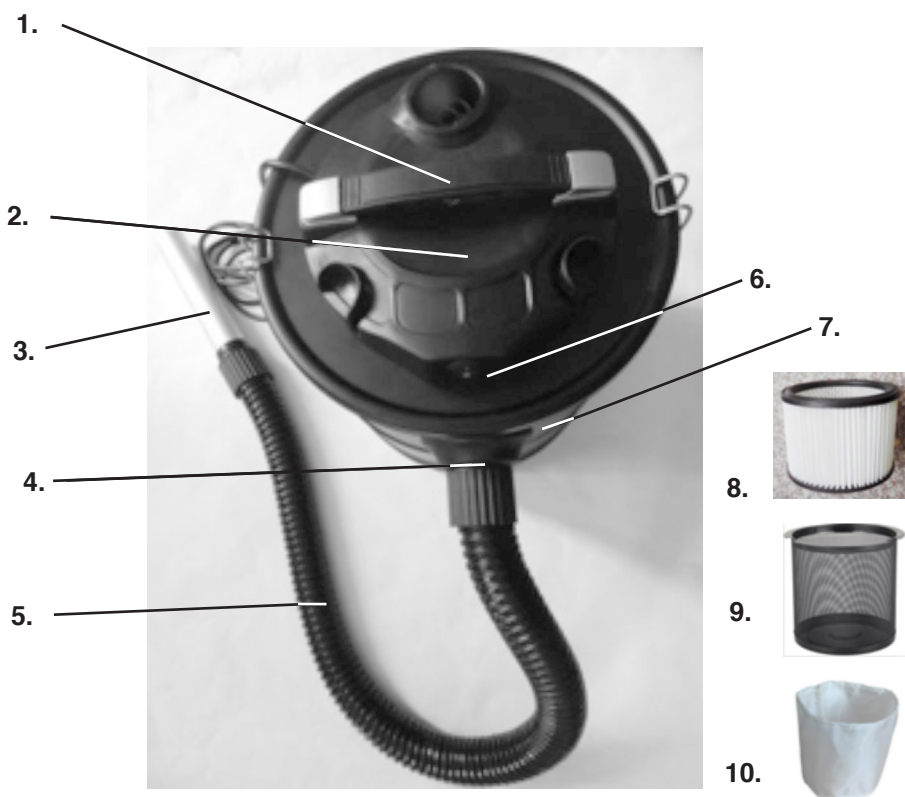

Fig. A1
- Nehmen Sie das Gerät und das Zubehör aus der Verpackung und überprüfen Sie, ob sich das Gerät und das Zubehör in einem guten Zustand befinden (Abb. A1).
- Stecken Sie das Aluminiumrohr in den Schlauch und dann das andere Ende des manguera en la entrada de aire (Fig. A1).